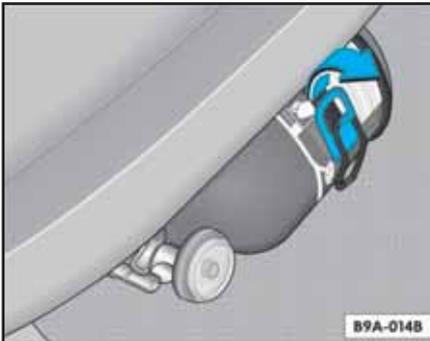
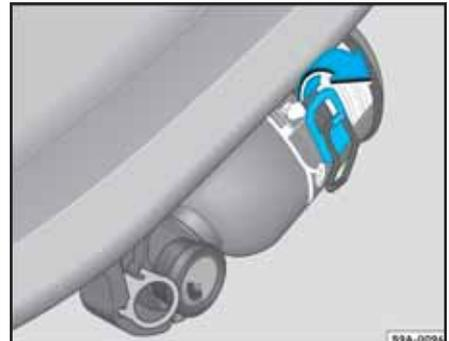

Fig. 32 Extintor de incendio en el asiento del pasajero delantero - con lacre en el cilindro
Fig. 33 Extintor de incendio en el asiento del pasajero delantero - con lacre en el gatillo
– Suelte la abrazadera de fijación, halándola para abajo en el sentido de la -flecha- ⇒ fig. 32 o ⇒ fig. 33. ◀